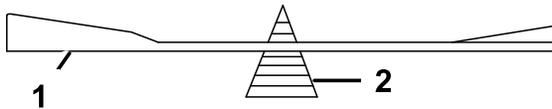

Figure 91
2. Vérifiez l'équilibre de la lame en la plaçant sur un équilibreur (Figure 91).
Remarque: Si la lame est déséquilibrée, limez un peu l'extrémité de l'ailette seulement (Figure 91).